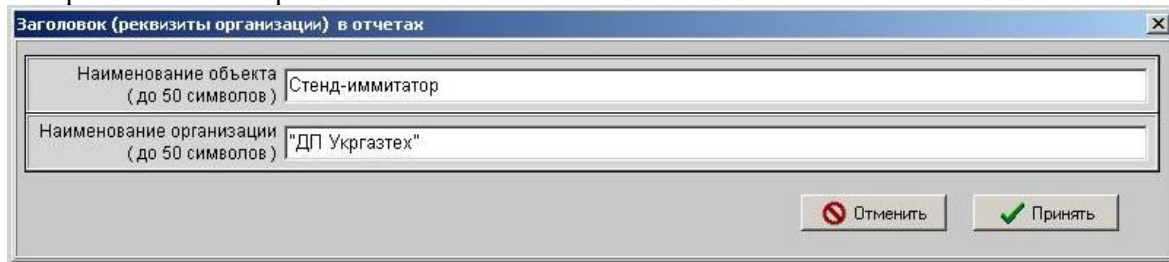

Рисунок 3.3
- реквизиты организации (Рисунок 3.3) - для ввода реквизитов, которые впоследствии будут отображены в коммерческих отчетах.